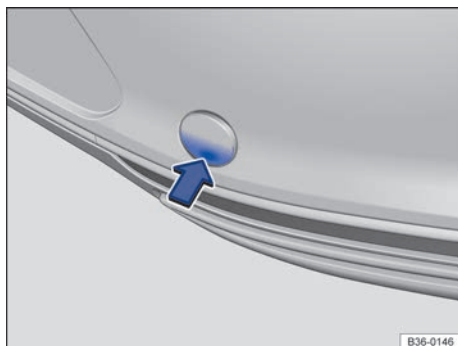

Fig. 291 En el lado derecho del paragolpes trasero: retirar la tapa.
El alojamiento de la argolla de remolque enroscable se encuentra en el lado derecho del paragolpes trasero detrás de una tapa → fig. 291. Los vehículos equipados de fábrica con un dispositivo de remolque **no** disponen de un alojamiento para la argolla de remolque enroscable detrás de la tapa. En este caso hay que extraer o montar el enganche de bola y utilizarlo para el remolcado → pág. 324 → ⚠.
- Presione sobre la zona inferior de la tapa → fig. 291 en el sentido de la flecha para desencastrarla.